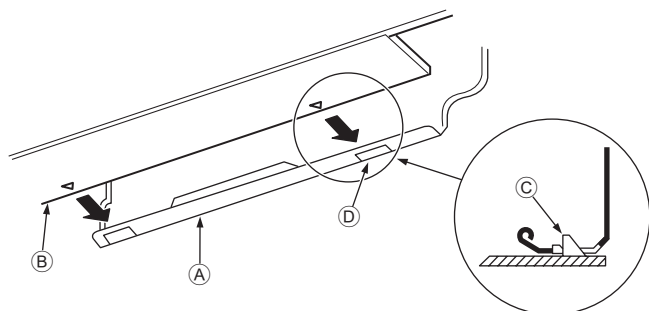

Fig. 3-10
- Al introducir las tuberías de refrigerante y la manguera de drenaje en el orificio de penetración en la pared (manguito de penetración), cuelgue la parte superior de la unidad interior en la placa de montaje ①.
- Fije la unidad en la placa de montaje ① empujando la parte inferior de la unidad. (Fig. 3-10)
- \* Asegúrese de que los tiradores de la parte inferior de la unidad interior estén bien enganchados en la placa de montaje ①.
① Placa de montaje
② Unidad interior
③ Gancho
④ Orificio cuadrado